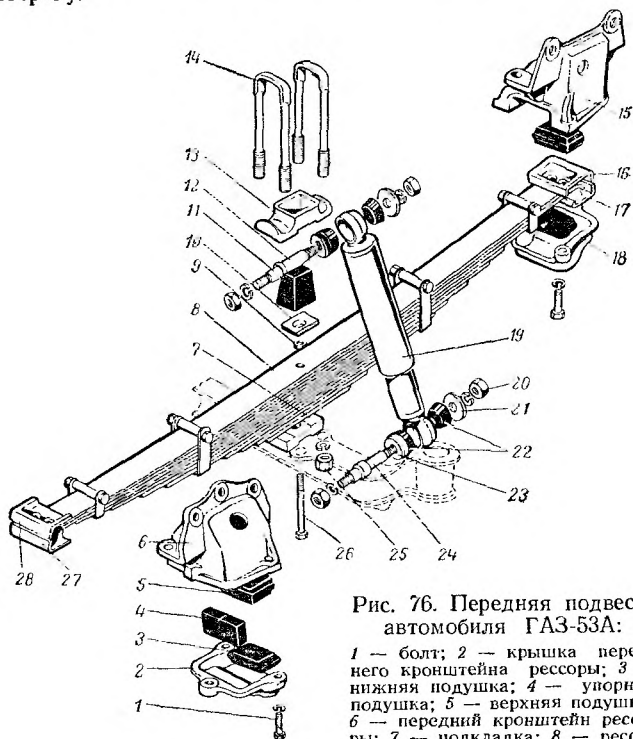

Рис. 76. Передняя подвеска автомобиля ГАЗ-53А:
**Разборка подвески на узлы.** Если требуется разобрать всю подвеску, то надлежит снять: амортизатор 19 (рис. 76); рессору 8; резиновые подушки 3, 4, 5 рессор; кронштейны амортизаторов, буфера и другие детали, прикрепленные к раме болтами; кронштейны 6 и 15 рессор с рамы, срубив заклепки.
Отвернуть гайку 20 (см. рис. 76) на нижнем пальце 24, снять шайбу 21 и резиновую втулку 22.
вложить в чашки 16 и 28 (см. рис. 76) резиновые подушки 5;